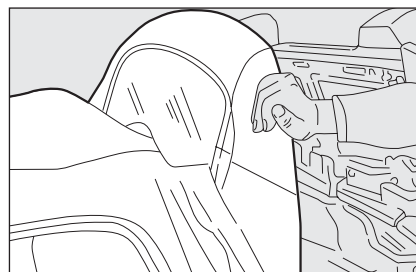

fig. 73
- ☐ abbassare l'arcone della capote **fig. 73** e successivamente aprire il bagagliaio;